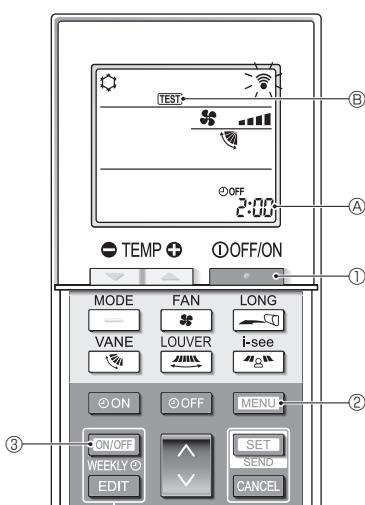

Fig. 7-5
7.2.2. Με ασύρματο τηλεχειριστήριο (Fig. 7-5)
- Πατήστε το κουμπί ① για να σταματήσετε το κλιματιστικό.
- Αν ο εβδομαδιαίος χρονοδιακόπτης είναι ενεργοποιημένος (το WEEKLY είναι ενεργοποιημένο), πατήστε το κουμπί ② για να τον απενεργοποιήσετε (το WEEKLY είναι απενεργοποιημένο).